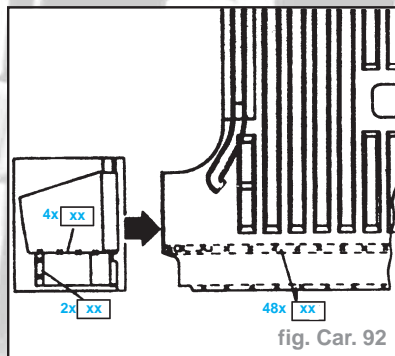

fig. Car. 92
- le fond de l'espace de chargement de la barre arrière - chasser à la perceuse (fig. Car. 92).
- la barre arrière (fig. Car. 92) - voir le plan de mesures de la carrosserie.